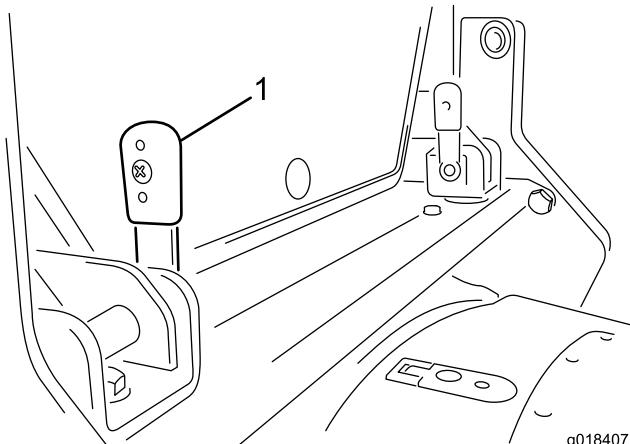

図 15
1. キャブの後部についているロッキングレバー(2本)を上向きにする(図 15)。
2. 縦位置になっているレバー(図 15)を、ブラケットにセットする。レバーのセットには多少の手間がかかるかもしれません。ロッキングペグとスロットとをきちんと整列させてレバーを差し込んでください。